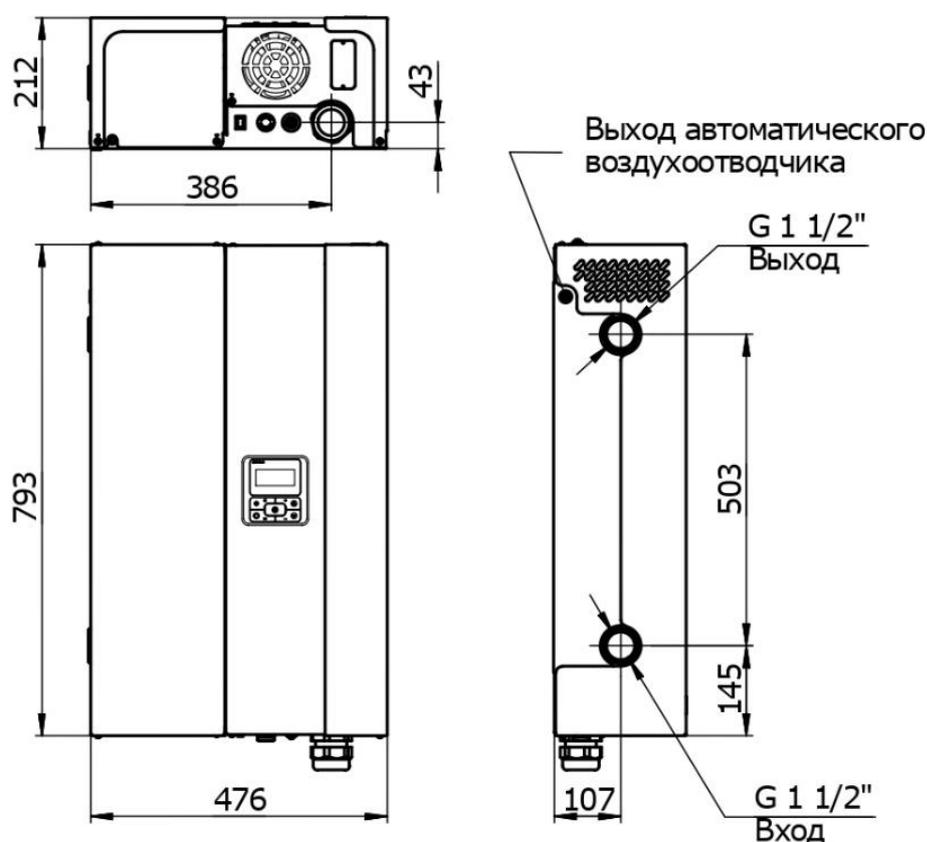

Рис. 1
4.1. Габаритные и присоединительные размеры электродкотла ЭНЕКО УНИВЕРСАЛ показаны на рис. 1.